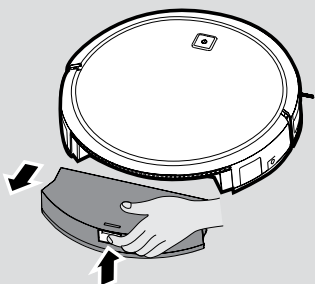

Fig. 17
1. Appuyez sur le bouton et retirez-le. **[Fig. 17]**